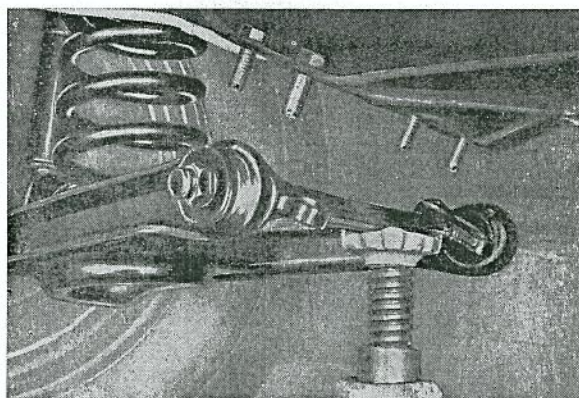

Bild 1. Demontering av framfjäder.
3. Placera en domkraft under nedre länkarmen och skruva av de fyra muttrarna vid fästet i framaxelbalken. Bild. 1.
2. Lyft upp länkarmen så att fjädern stöder med övre änden mot fjäderläget i framaxelbalken och placera en domkraft under länkarmen. Bild 1.
3. Sätt fast cylindern (2, bild 1) på locket (8).